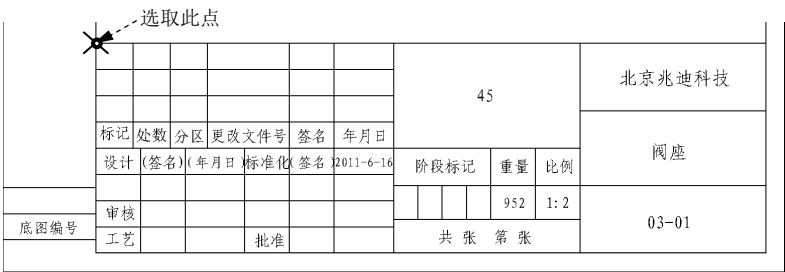

图 7.3.2 选取定位点
Step2. 设置定位点。先在设计树中右击 **图纸1**（或在图形区右击图纸），在弹出的快捷菜单中选择 **编辑图纸格式(E)** 命令，进入编辑图纸格式状态，再右击图 7.3.2 所示的端点，